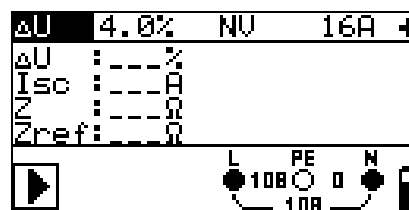

Bild 5.27: Spannungsabfall
- Schließen** Sie die Prüfleitungen am Prüfling an (siehe Bild 5.27).